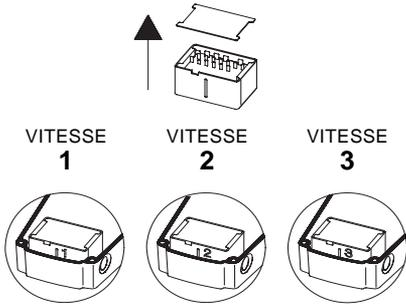

Fig. 14 Commutateur de vitesse
3. Retirez le module de commutation des vitesses et remettez-le en place de façon à ce que la vitesse désirée soit visible par la fenêtre du boîtier de raccordement (voir la figure 14).